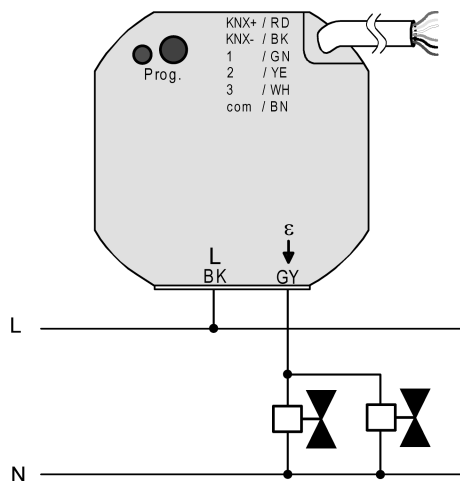

Figura 4: Collegamento della tensione di rete e del carico
- (4) Scatola apparecchi (per esempio scatola elettronica)
- (5) Parete divisoria
- (6) Interruttore per collegamenti in serie
- (7) Contatto a potenziale zero, ad es. contatto finestra
- Collegare la tensione di rete e gli attuatori elettrotermici con l'ausilio dei morsetti a innesto forniti in dotazione (figura 4).